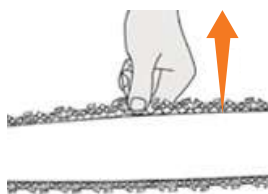

Рис. 6
6. Проверьте установку цепи на звездочке и направляющей шине, вращайте вправо натяжную муфту для натяжения цепи. Пильная цепь натянута верно если в середине направляющей шины ее можно приподнять на 3-4 мм. и цепь легко проворачивается рукой по шине (Рис. 6).